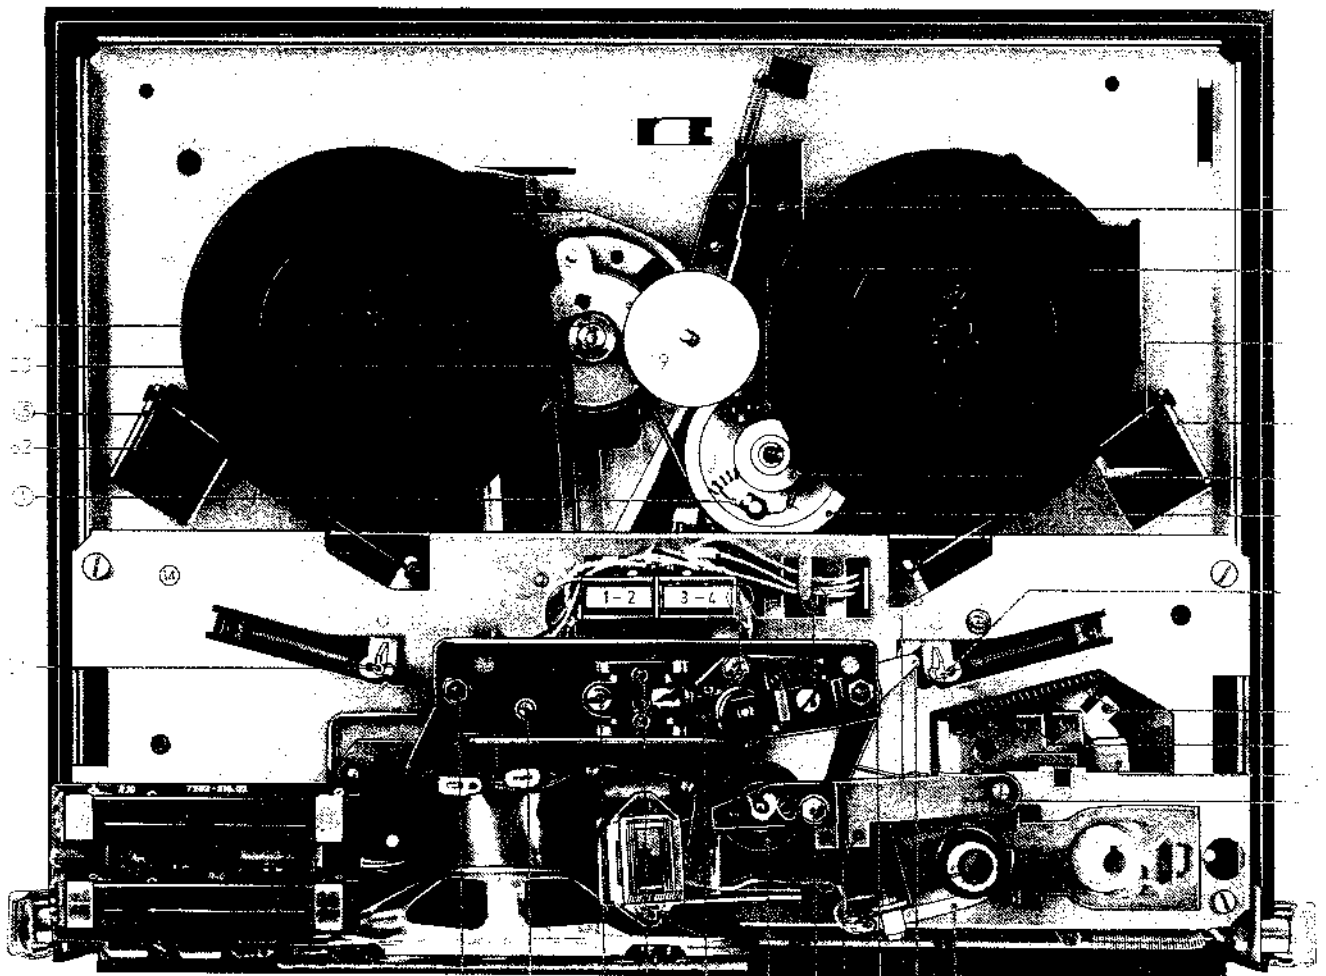

Abb. 5
Zum Wechseln des Löschkopfes (53) Löschkopfbefestigung (a) lösen und Kopf nach unten herausziehen. Beim Wiedereinsetzen ist darauf zu achten, daß die beiden Führungswarzen richtig in der Führungsnut des Löschkopfes liegen und der Kopf bis zum Anschlag ganz nach vorne geschoben wird. Zum Wechseln des Kombikopfes (49) ist die Kopfbrücke (Abb. 5) abzunehmen, nachdem vorher das Andruckband (41) ausgehängt wurde. Nun wird die Schlitzmutter (n) (51) gelöst und die Kopfbrücke ist nach oben wegzuklappen. Beim Wechsel des Kopfes ist die Abschirmung durch Entfernen der 3 Schrauben ebenfalls abzunehmen, da diese beim neuen Kopf wieder benötigt wird. Nach dem Wiederaufsetzen der Kopfbrücke ist darauf zu achten, daß die auf der Tonwelle montierte Ölfangscheibe nicht von der nach oben gedrückten Andruckrolle berührt wird. Die Höheneinstellung wird mit den Schrauben (h), die Senkrechtesteilung mit der Schlitzmutter (n) durchgeführt. Zum genauen Justieren siehe elektr. Teil **Kopfjustage**.